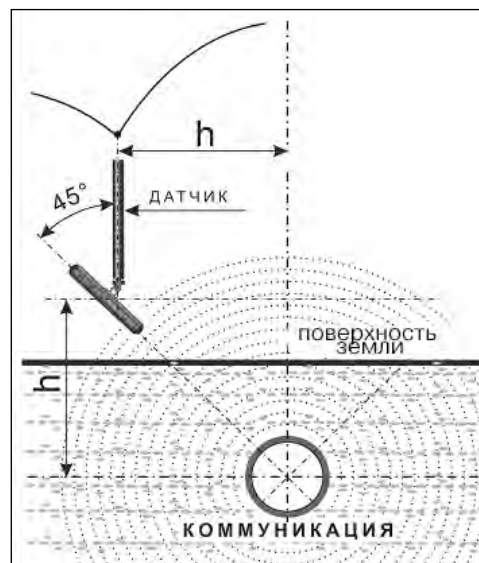

Рис.4.1
2. При положении датчика ЭМД перпендикулярно трассе и под углом 45° к поверхности земли минимум сигнала наблюдается на удалении от точки «над трассой», равном глубине залегания коммуникации, когда ось антенны пересекает ось трассы. Это - косвенный метод измерения глубины залегания коммуникации (рис.4.1).